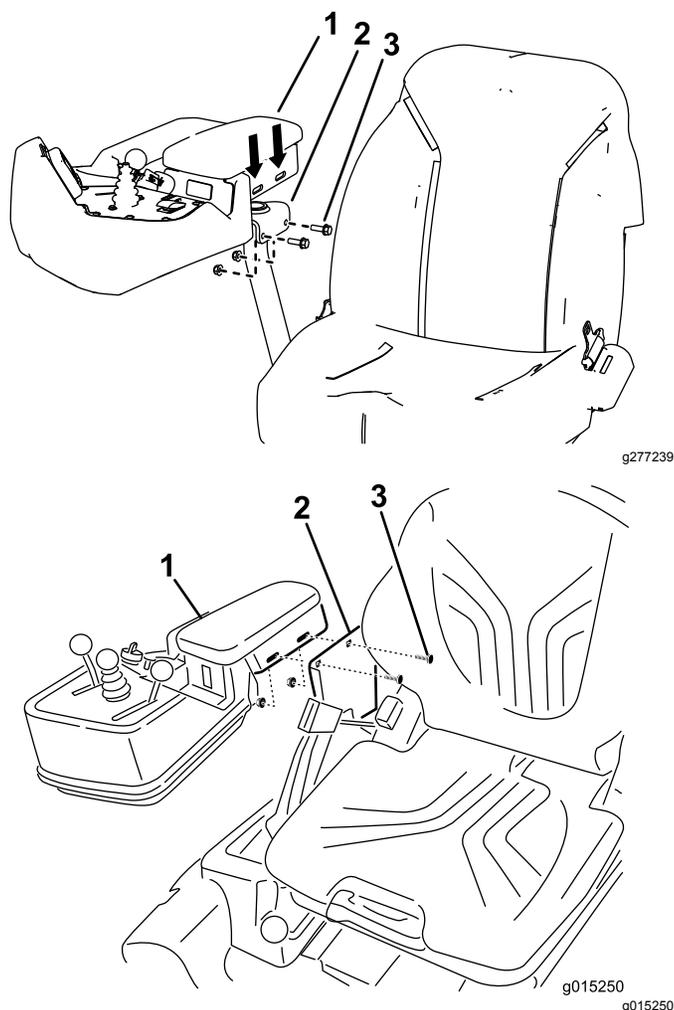

Figura 8
6. Montate il bracciolo sul sedile con i 2 bulloni flangiati e i dadi flangiati rimossi in precedenza (Figura 8).
**Nota:** Se volete regolare ulteriormente il bracciolo, allentate la bulloneria che lo fissa e spostatelo (Figura 8).